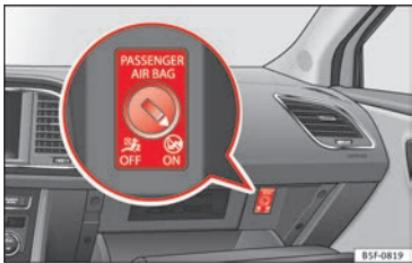

Fig. 22 Commande de l'airbag frontal du passager.
- Introduisez le panneton de la clé dans la rainure prévue à cet effet de la commande de désactivation de l'airbag du côté passager »» fig. 22. La clé doit entrer sur 3/4 environ de sa longueur, jusqu'à atteindre la butée.